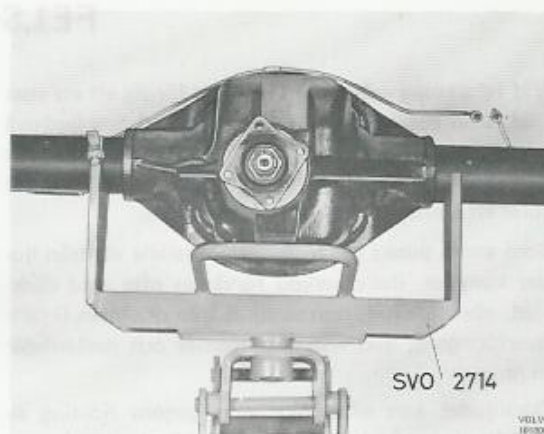

Bild 61. Fixtur för bakaxel
1. Placera bakaxeln på fixtur SVO 2714, som placerats på en garagedomkraft, se bild 61. För in bakaxeln under vagnen och sätt i skruvarna för bärramar och momentstag.